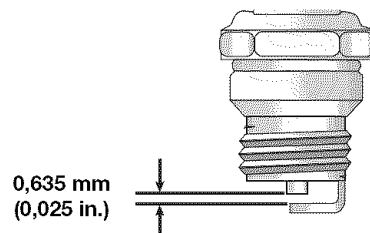

Fig. 19
3. Cambie las bujías que estén rajadas, sucias o deterioradas. Fije la separación de aire a 0,635 mm (0,025 pulgadas) utilizando un calibrador (Fig. 19).